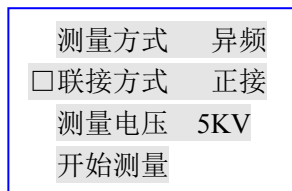

图 5 联接方式
② 按“确认”键，光标进入“测量方式 □ 工频”，按“↑”、“↓”键，则调整为“测量方式 □ 异频”，按“退出”键，光标移至首位，再按“↓”键，将光标移至下一排“联接方式”前，见图 5 所示。